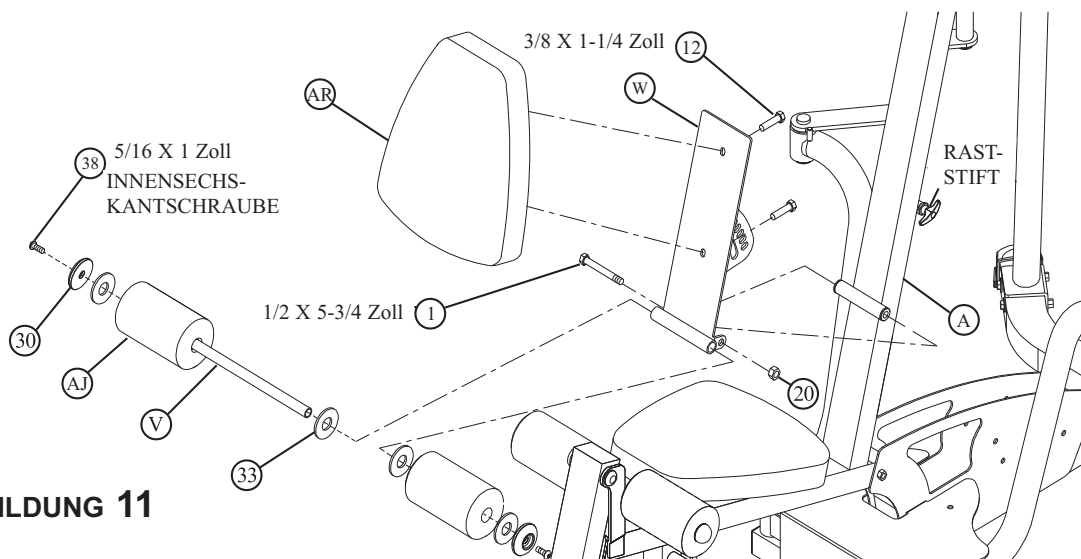

**ABBILDUNG 10**
- Das SITZPOLSTER (AI) mit zwei SILBERNEN 3/8 X 3 Zoll SCHRAUBEN (10) und zwei 3/8 Zoll UNTERLEGSCHIEBEN (18) **FEST** an der SITZEINSTELLVORRICHTUNG (J) anbringen.
- Zwei ROLLENPOLSTER (AJ) wie in ABBILDUNG 10 gezeigt mit einem 3/4 X 18-3/8 Zoll ROHRSTÜCK (U), vier KUNSTSTOFF-UNTERLEGSCHIEBEN (33), zwei ROLLENPOLSTER-KAPPEN (30) und zwei 5/16 X 1 Zoll INNENSECHSKANTSCHRAUBEN (38) an der SITZEINSTELLVORRICHTUNG (J) montieren.
- Die SITZEINSTELLVORRICHTUNG **VORSICHTIG** wie abgebildet in den RAHMEN (A) einführen. Die SITZ-Höhe kann mit dem RASTSTIFT eingestellt werden.